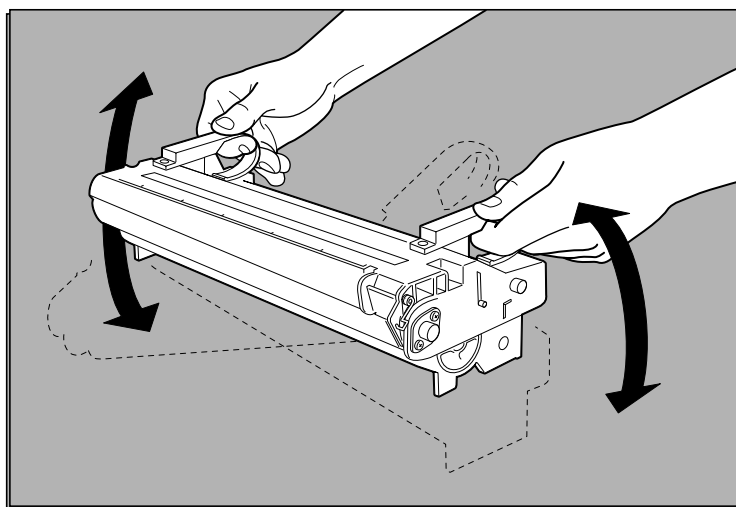

Fig. 2.9 Agitare la cartuccia toner
6. Agitare leggermente e per alcune volte la cartuccia toner in modo da distribuire il toner in tutta la cartuccia (fig. 2.9).